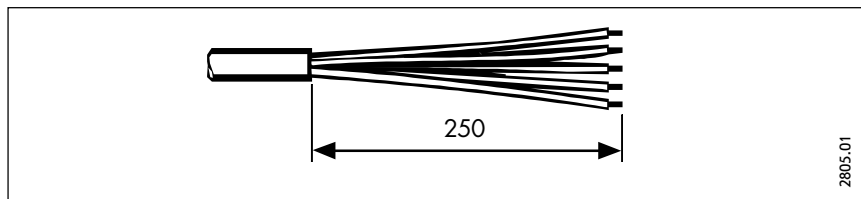

Рис. 11
- Подготовить электрокабель, как показано на рис.11.